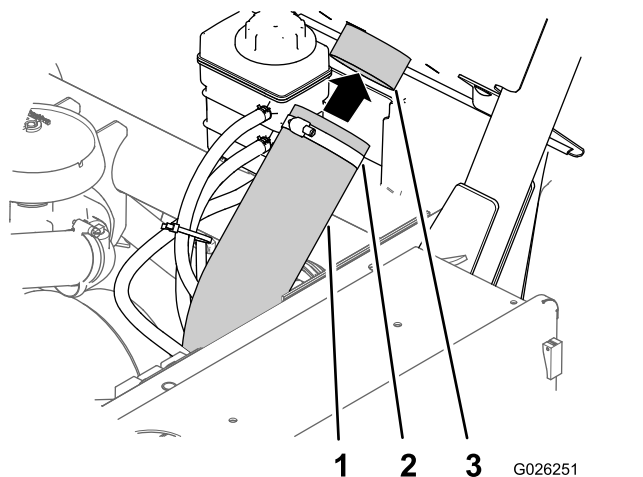

Рисунок 7
3. Наденьте впускной шланг вариатора на соединитель впускной трубки в задней части панели ROPS и затяните шланговый хомут (Рисунок 7).